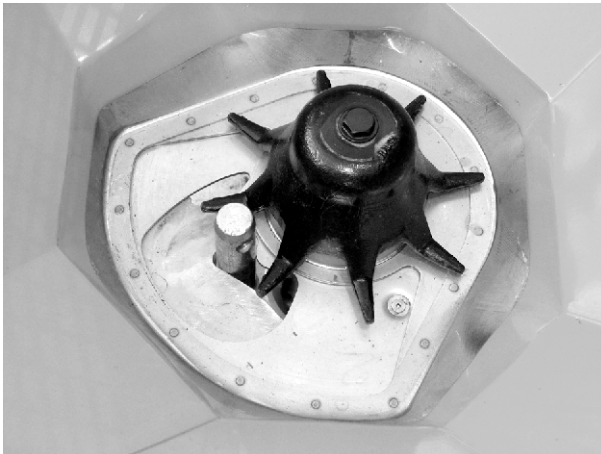

Fig. 58: Dragstångsbult i doseringsöppning
- ✓ Doseringspjället är lätt tryckt mot bulten. Se *Fig. 58 Dragstångsbult i doseringsöppning*.